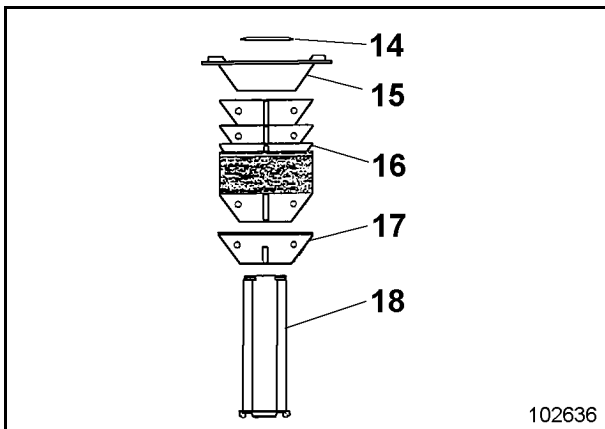

Fig. 3-26:
- Klammer (14, Fig. 3-26:) und Verteiler-Scheibe (15) abziehen.
- Scheiben (16) und Endscheibe (17) vom Verteiler (18) abnehmen.
**Die Scheiben (16, Fig. 3-26:) haben 4 mögliche gegenüberliegende Positionen.**